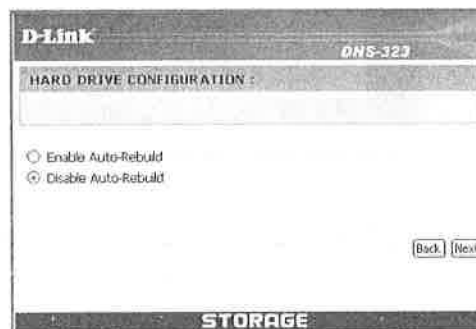

Figura 34: pantalla para desactivar la opción auto-rebuild.
- Figura 34: Seleccionar “Disable Auto-Rebuild”.